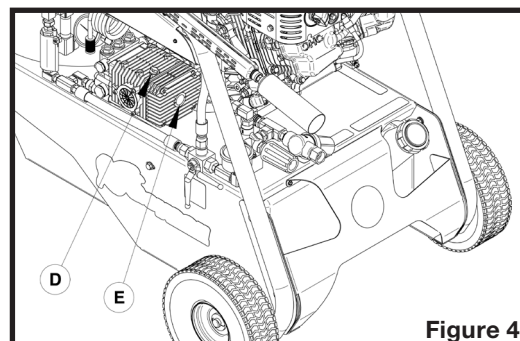

Figure 4
5. Dévisser le bouchon de remplissage/jauge (D sur la figure 4).
6. Remplir avec de l'huile de type SAE 30 NON DÉTERSIVE jusqu'au milieu du voyant transparent (E sur la figure 4). La capacité du carter de la pompe est de 14 onces (0.4 l).